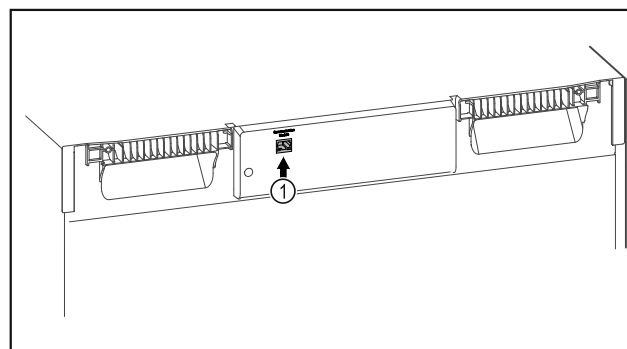

Fig. 85
- Założono SmartModule Fig. 85 (1).